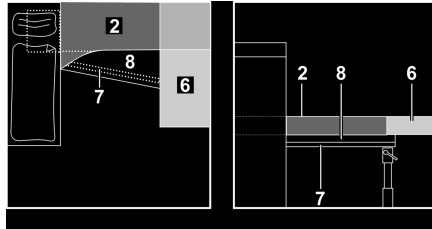

Fig. 79 Durante la transformación
- Enganchar la barra de la cama (Fig. 79,7) y empujarla lo más hacia atrás posible.
- Colocar la tabla adicional (Fig. 79,8) sobre la barra de la cama y los armazones de la cama.